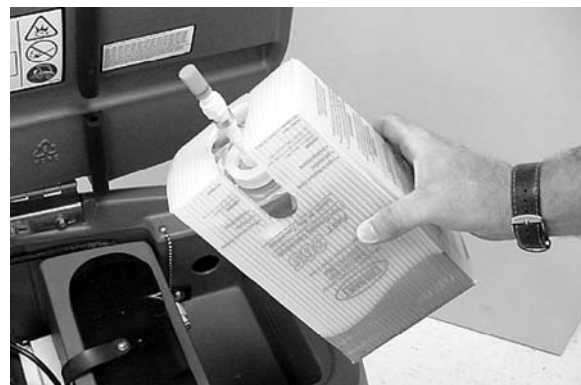

РИС. 10
1. Удалите с картонной коробки FaST-ПАК перфорированную выбивку. Не вынимайте мешок из коробки. Вытяните соединительный шланг через выбивку и снимите оранжевый колпачок (Рисунок 10).